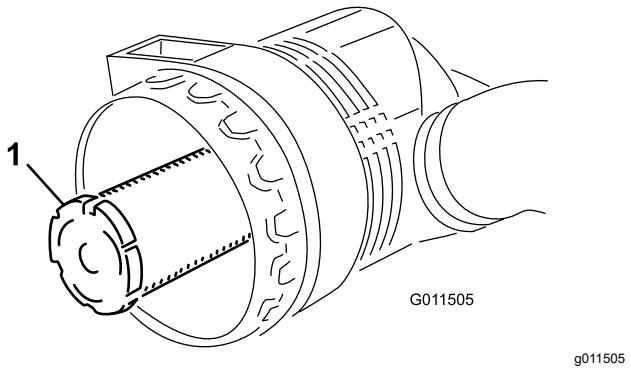

Figure 70
**Important:** N'essayez jamais de nettoyer l'élément de sécurité (Figure 70). Remplacez-le une fois sur trois, quand vous effectuez l'entretien du préfiltre.